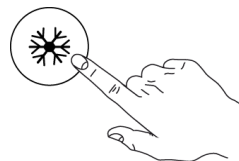

Abb. 21
- 4- Drücken Sie vor oder nach dem Start des Waschzyklus den KNOPF "F" - kurze kalte Endnachspülung. (Abb. 21)